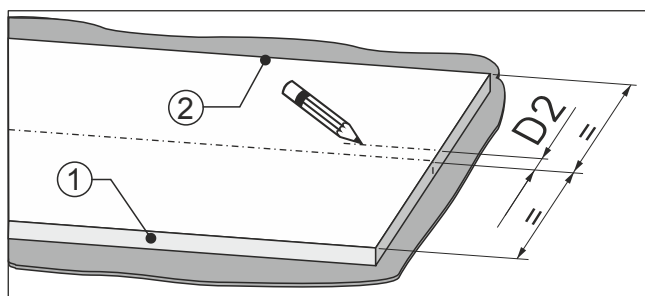

Fig. 90
- À partir du centre de la façade du meuble, mesurer les dimensions Fig. 90 (D2) en direction du côté de la charnière de porte Fig. 90 (2).